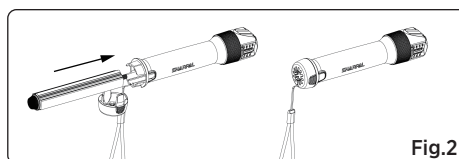

Fig.2
2. Tryck ner spännet på handtagets ändlock för att öppna det. Sätt in slipmedelhållaren i handtaget och se till att stoppblocksknappen är vänd mot handtagets ändlock (Se Fig. 2).